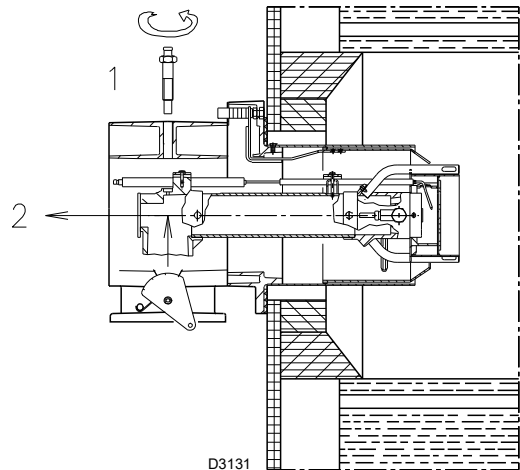

Abb. 18
- Entfernen Sie die Schraube 1)(Abb. 18) und ziehen Sie den Innenteil 2) heraus;
Lösen Sie, um die Einstellung zu erleichtern, die Schraube 1)(Abb. 18 auf S. 22), nehmen Sie die Einstellung vor und ziehen Sie die Schraube dann wieder fest.